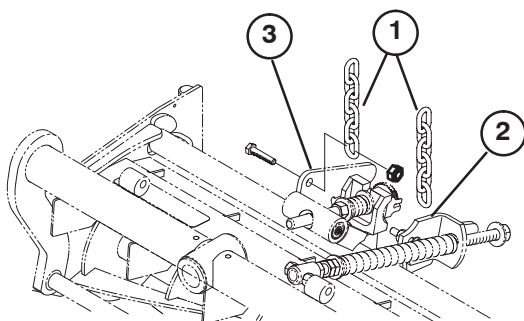

Bild 9
12. Entfernen Sie am mittleren Frontmähwerk die Mutter, mit der die Befestigungshalterung für die Rasenschutzfeder am linken Ohr des Mähwerkstabilisators befestigt ist (Bild 9). Setzen Sie die linke Kippkette auf die Kopfschraube und befestigen Sie sie mit der abgenommenen Mutter.
13. Befestigen Sie die rechte Kippkette mit einer Kopfschraube (3/8 x 1 Zoll) und der Bundmutter (in den losen Teilen) an den Ohren des rechten Mähwerkstabilisators (Bild 9).